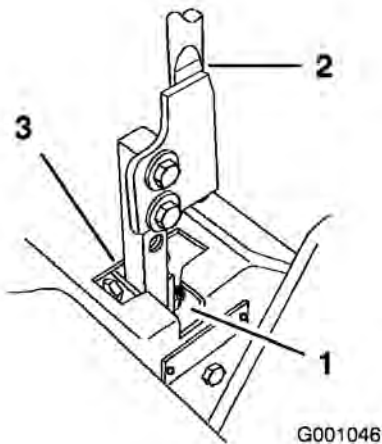

Figure 58
5. Placez le levier au point mort, sans le verrouiller (Figure 58).
6. Tirez-le ensuite en arrière jusqu'à ce que l'axe de chape (situé sur le bras au-dessous de l'axe de pivot) touche l'extrémité de la fente (c.-à-d. commence juste à appuyer sur le ressort) (Figure 58).
7. Vérifiez la position du levier par rapport au cran de la console (Figure 58). Il doit être centré de façon à pouvoir pivoter vers l'extérieur jusqu'à la position de verrouillage au point mort.